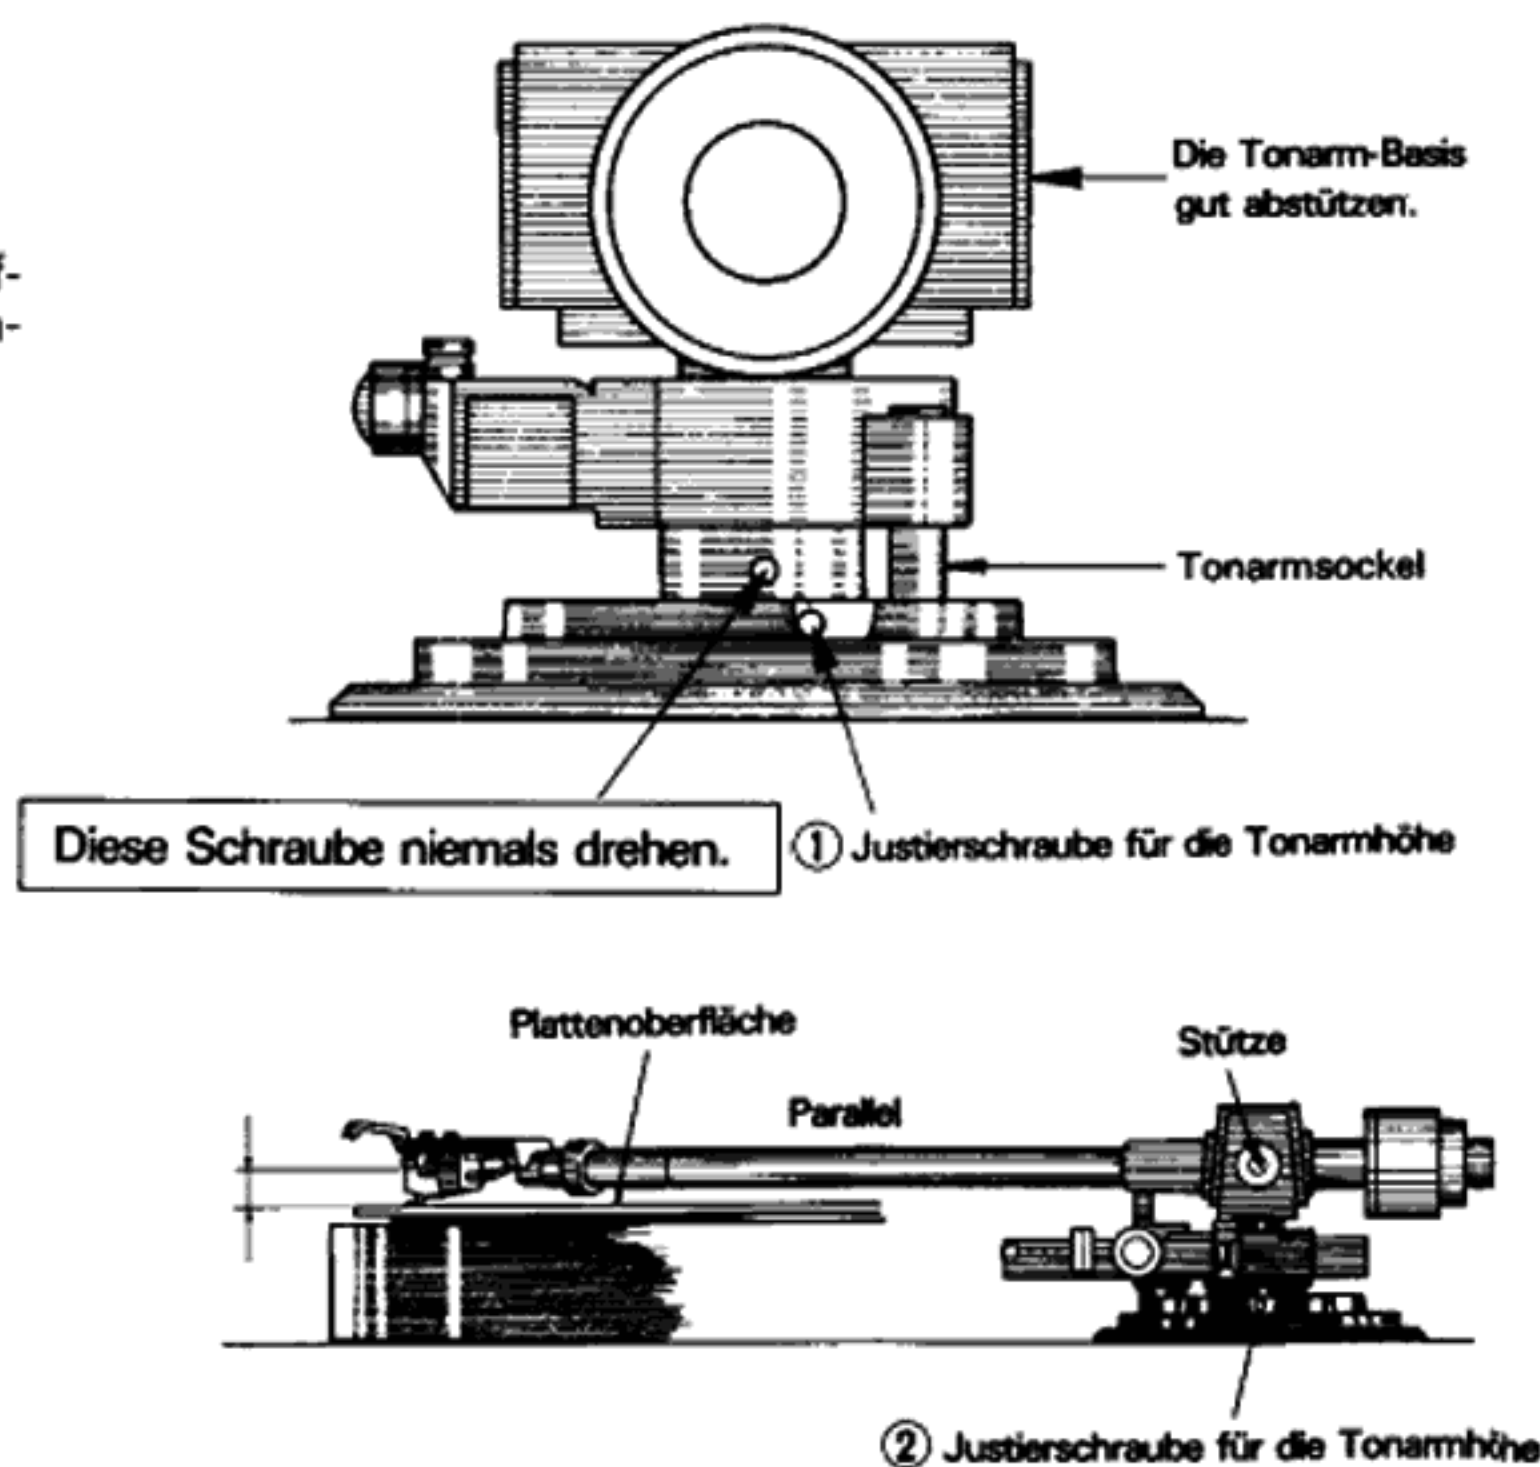

Fig. 16
4. Den Tonarmsockel wie in Fig. 16 gezeigt mit der linken Hand halten und die beiden Justierschrauben für die Tonarmhöhe (①, ②) mit dem mitgelieferten Sechskantschlüssel lösen.
5. Mit Hilfe des Meßgeräts für den Tonarmsockel (Graduierung: 2 mm) die Tonarmhöhe so abstimmen, daß der Tonarm mit der Plattenoberfläche parallel ist. Dann die beiden Justierschrauben für die Tonarmhöhe (①, ②) anziehen.